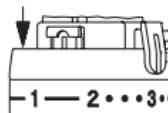

Fig. 7
2. Per limitare la posizione di "minima temperatura", una delle clip di limitazione dovrà essere inserita nella sede subito prima alla posizione "2" (Fig. 7).